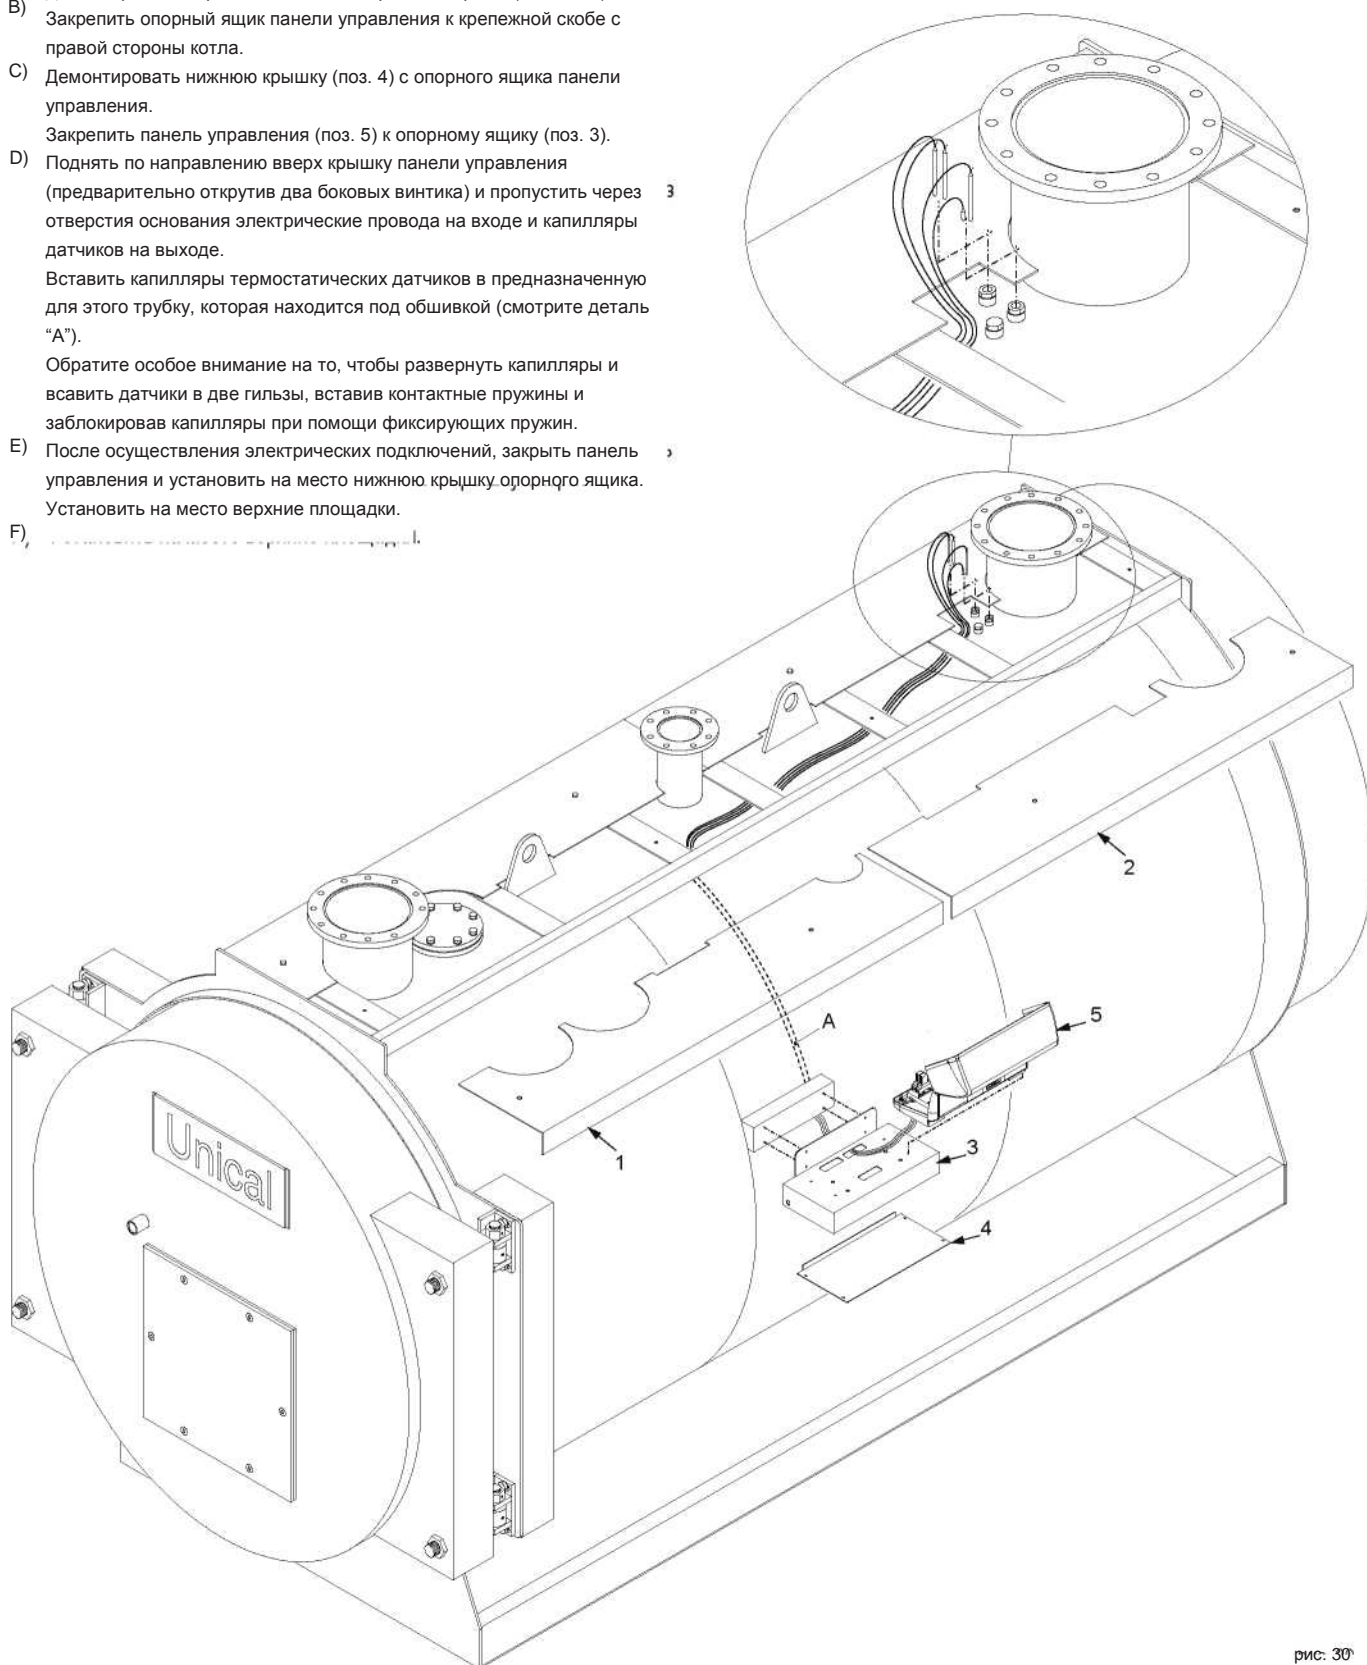

рис. 30
Последовательность монтажа (см. рис. 30)
- включением-отключением котлового насоса Pи или, когда он отсутствует, всех насосов установки (например, насосов Pи и Pc на рис. 30) по команде термостата Tмин с уставкой срабатывания 55°C: